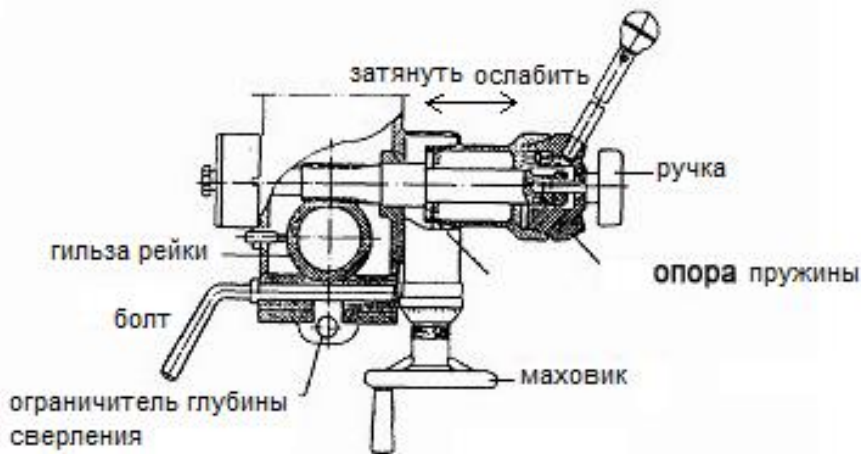

Рис. 2
(1) Подготовка к сверлению (см. Рис. 2) (без авто подачи)
2) Подготовка к фрезерованию (см. Рис.2)